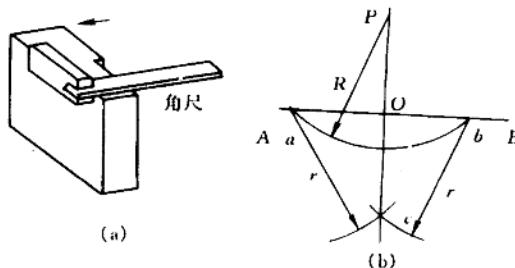

图 2-7 划垂线
(2) 垂直线划法
①用直角尺划垂直线 如图 2-7 (a) 所示, 在要求划与某一平面垂直的加工线时, 通常用靠边角尺靠紧该平面划出垂直线。
②用作图法划垂直线 如图 2-7 (b) 所示, 以被作垂线上某一已知点 P 为圆心, 以适当 R 为半径划弧, 与已知直线 AB 相交 a 、 b 两点; 分别以 a 、 b 为圆心, 以 r 为半径划弧, 两弧相交于 c ; 连接 P 、 c 与 AB 相交于 O 点, PO 即为所作垂线。